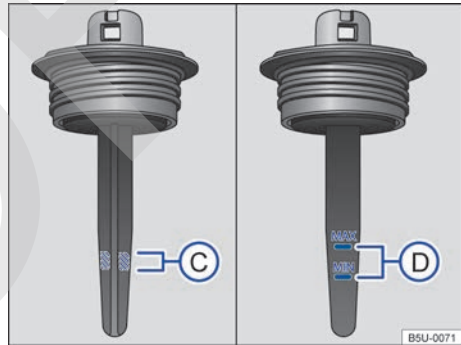

Fig. 112 Marcas para controlar el nivel del fluido de la dirección hidráulica.
- Retirar la tapa del tanque y limpiar la varilla de medición ⇒ fig. 112 bajo la tapa con un paño limpio ⇒ ⚠.
- Retirar nuevamente la tapa y verificar el nivel del fluido por la región rayada de la varilla de medición ⇒ fig. 112 C).
- Retirar la tapa del tanque y limpiar la varilla de medición ⇒ fig. 112 bajo la tapa con un paño limpio ⇒ A).
- Retirar nuevamente la tapa y verificar el nivel del fluido por las marcas "MIN" y "MÁX" de la varilla de medición ⇒ fig. 112 D).
- Si el vehículo circula con el nivel del fluido fuera del nivel ⇒ fig. 112 C) (motor frío) o D) (motor caliente), el sistema de dirección hidráulica se dañará.